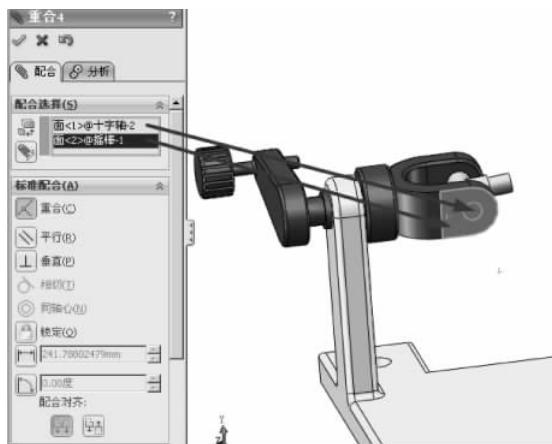

图 3-68 重合配合
(3) 单击【装配体】工具栏中的【配合】按钮 ，弹出【配合】的属性设置。选择【标准配合】选项组下的【重合】配合类型 ，在【要配合的实体】选择框 中选择如图 3-68 所示的面，其他保持默认，单击【确定】按钮 ，完成重合的配合。